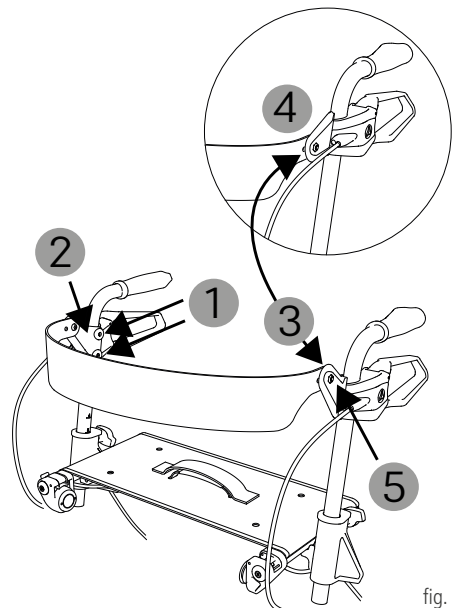

fig. 12
La fascia dorsale (fig. 12, pagina seguente) consente di stare seduti in modo sicuro e trovare la posizione corretta sulla seduta del TAI MA VENTUM.
2. Per prima cosa bisogna allentare le viti del sostegno della maniglia del freno (1, fig. 12).
3. A questo punto è possibile montare il supporto della fascia dorsale (2, fig. 12) servendosi dei due appositi fori.
4. L'elemento in plastica può essere rivolto verso l'alto (3, fig. 12) o verso il basso
(4, fig. 12). Pertanto si può scegliere tra due altezze.
5. La fascia dorsale può essere fissata con le due viti (1, fig. 12) in base all'orientamento. Stringere bene le viti!
6. La profondità della fascia dorsale può variare in base a due tipi di regolazione. A tal fine allentare le viti e legare la fascia dorsale ai supporti (5, fig. 12). La profondità varia in base al foro selezionato.